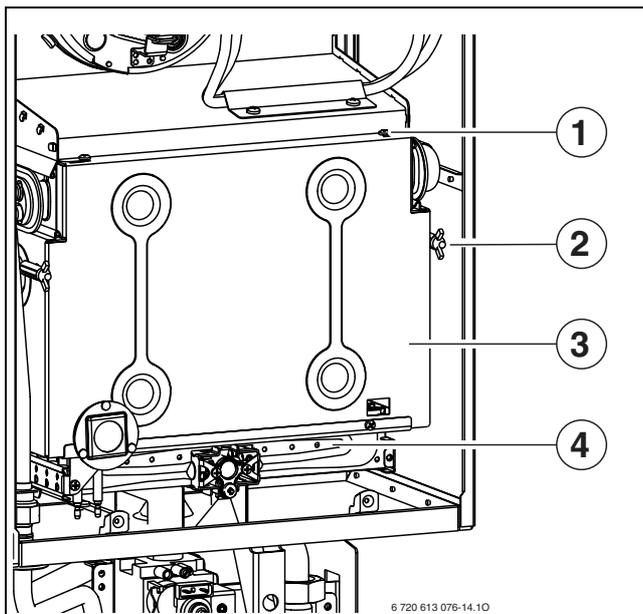

Рис. 39 Открывание горелки
- ▶ Снять переднюю стенку камеры сгорания и горелку (→ рис. 39).